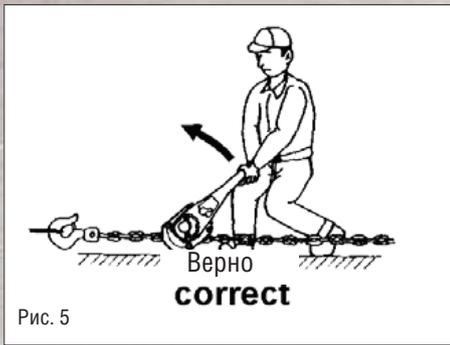

Рис. 5
- Во время перетаскивания груза оператор должен стоять со стороны верхнего крюка и с противоположной стороны от рукоятки. Если рука соскользнет с рукоятки, рукоятка вернется в исходное положение в противоположную от оператора сторону (Рис. 5).